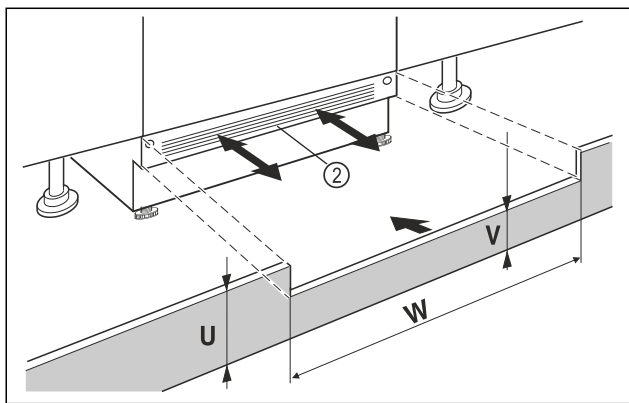

Fig. 12 Ενδεικτική απεικόνιση
- Τοποθετήστε τη μπάζα συσκευής Fig. 12 (2) αλλά μην την στερεώνετε ακόμη.
- Με την μπάζα Fig. 12 (2) ορατή, τραβήξτε την τόσο προς τα εμπρός, ώστε η μπροστινή ακμή του πλέγματος αερισμού και η μπάζα του επίπλου να είναι σε μία ευθεία.
- Με την μπάζα Fig. 12 (2) κρυμμένη, σπρώξτε την τελείως προς τα πίσω.
- Βεβαιωθείτε ότι είναι τελείως ελεύθερες οι σχισμές αερισμού: Εάν χρειάζεται, κόψτε στο σωστό ύψος την μπάζα του επίπλου Fig. 12 (U)!
- Προσαρμόστε κατά μήκος του πλάτους της εσοχής Fig. 12 (W) το ύψος του στηρίγματος Fig. 12 (V) κάτω από την μπάζα της συσκευής Fig. 12 (2).